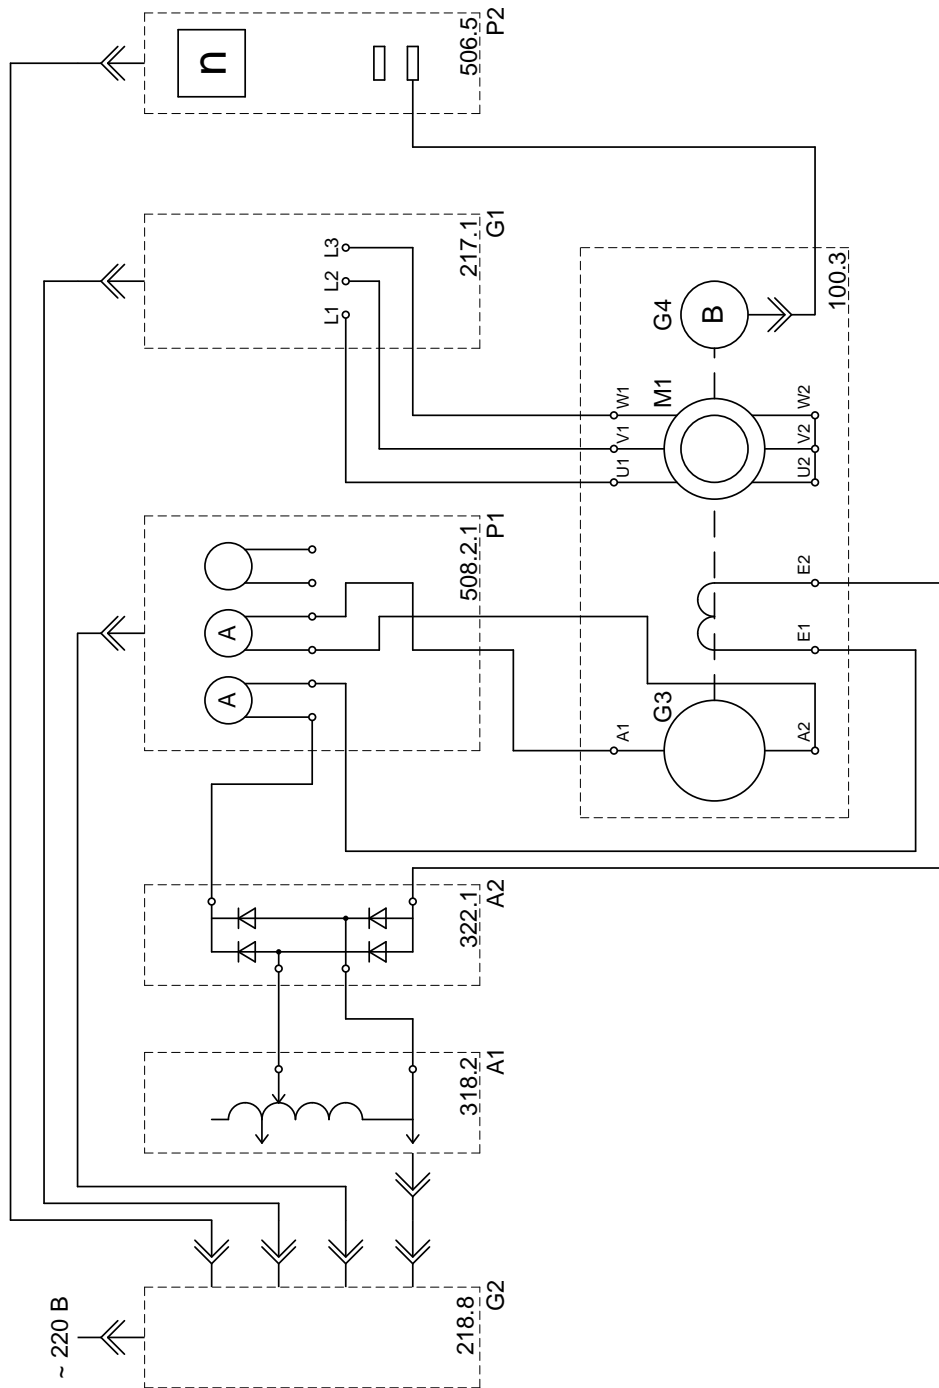

Рис. 1.2. Схема для снятия характеристики короткого замыкания генератора постоянного тока с независимым возбуждением.
- Соедините аппаратуру в соответствии со схемой электрической соединений, приведенной на рис. 1.2.